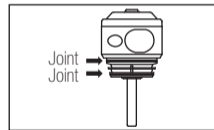

Fig. 10
- Vérifiez si les joints sont placés dans la bonne position et installez ensuite la cartouche. (Fig.10)